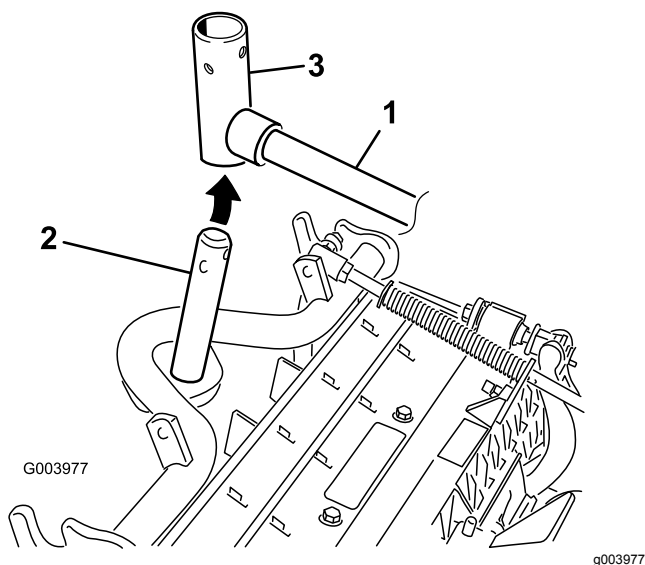

Figura 8
7. Per gli elementi di taglio anteriori, infilate un elemento di taglio sotto il braccio di sollevamento mentre inserite l'albero del telaio portante nella forcina di articolazione del braccio di sollevamento (**Figura 8**).
- B. Inserite la forcella del braccio di sollevamento nell'albero del telaio portante (Figura 8).